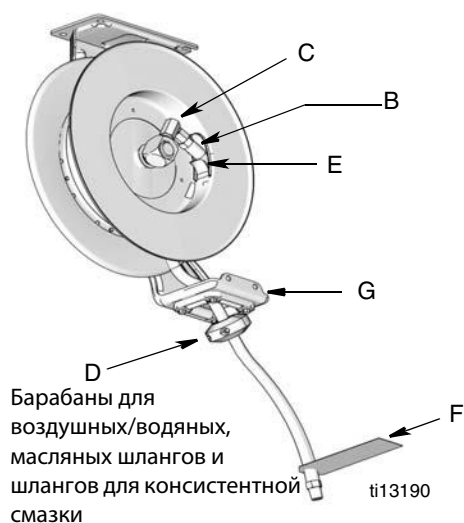

Рис. 21
5. Отсоедините шланг (B) от шарнирного соединения (C). (Рис. 21)
6. Установите ограничитель (D) на конец шланга. Если на шланге есть предупредительная бирка (F), ограничитель необходимо устанавливать на том же конце.
8. Протяните конец шланга (B) через направляющую (G), а затем через отверстие (E) в барабане (Рис. 21).